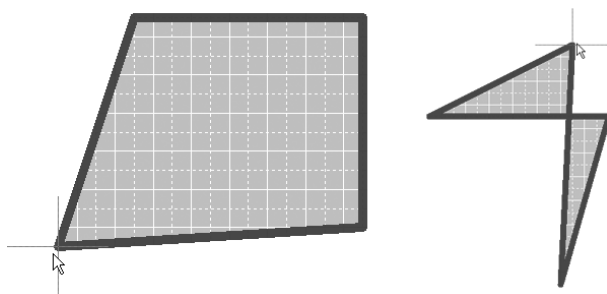

图 3-59 确定多边形的第四个顶点
(2) 继续移动光标，确定多边形的下一个顶点，多边形变成一个四边形或两个相连的三角形，如图 3-59 所示。
(3) 继续移动光标，可以确定多边形的第五、第六个顶点，绘制出各种形状的多边形，单击鼠标右键，完成此多边形的绘制。
(4) 此时系统仍处于绘制多边形状态，若需要继续绘制，则按上面的步骤绘制，否则单击鼠标右键或按〈Esc〉键，退出绘制命令。